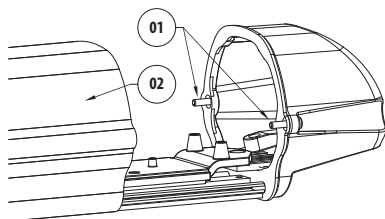

Fig. 01
Per l'apertura della custodia (Fig. 01) svitare le 2 viti (01) poste lateralmente a metà altezza sul fondo posteriore, sfilare il corpo (02), appenderlo al sostegno apposito e lasciare in posizione di lavoro le slitte interna ed esterna. Solo prima di chiudere la custodia mettere all'interno la busta silicagel togliendo il sacchetto protettivo in nylon.
Fissare il circuito stampato sui perni della slitta nei pressi del fondo posteriore (Fig. 01, 03).